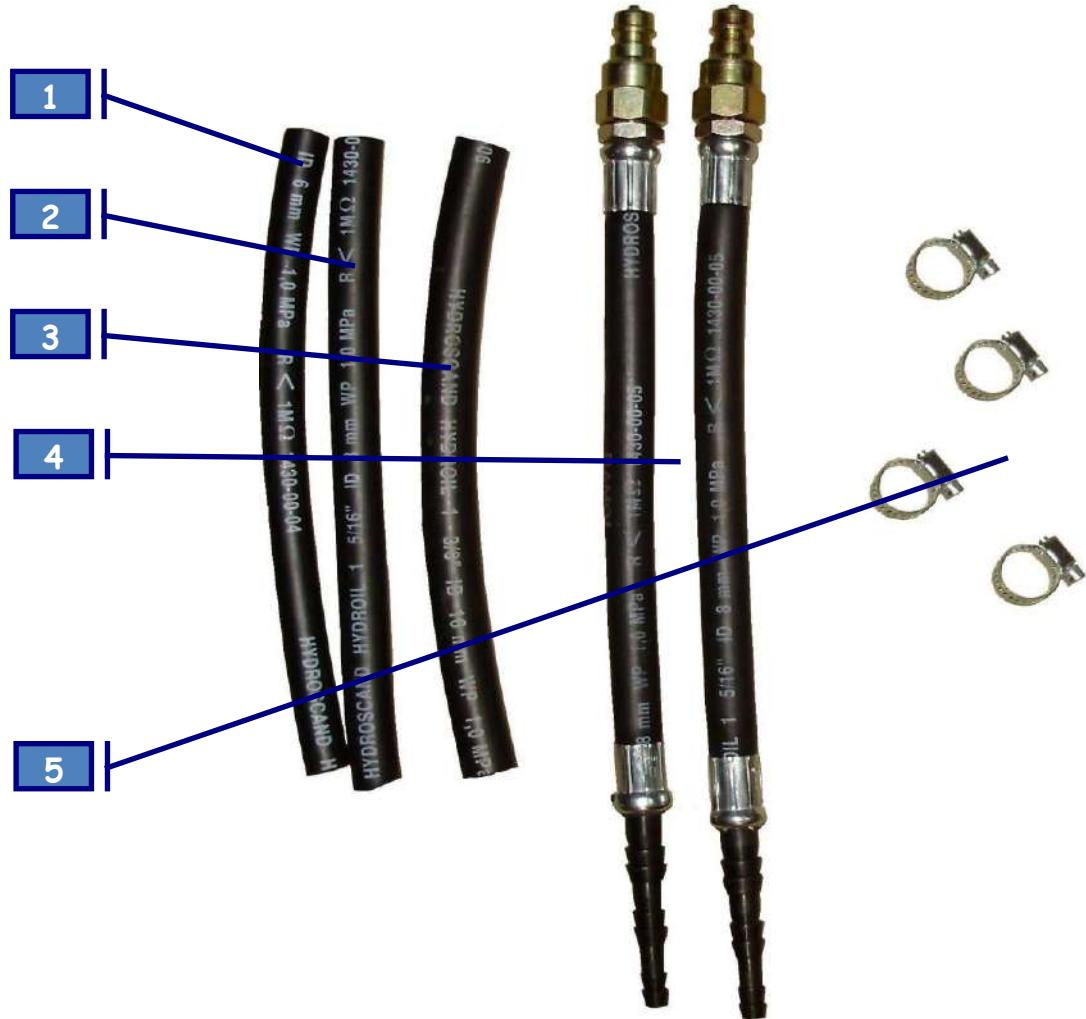

Рис. 1
- 2,3 – БРС (Быстро Разъемное Соединение) для подключения к АКПП через адаптеры (п.4 рис.1).
- 8- Адаптеры для подключения установки (п.4 рис.1)
2. В образовавшийся разрыв подсоединить Универсальные адаптеры (п.4 рис.1).
3. Соединения закрепить хомутами (п.5 рис.1).